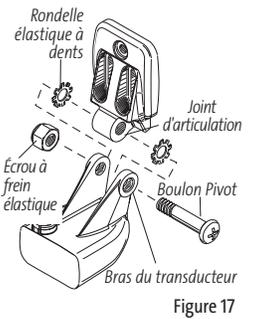
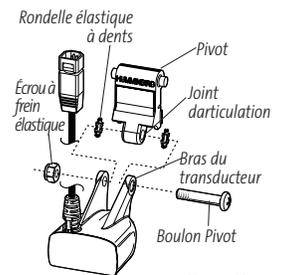
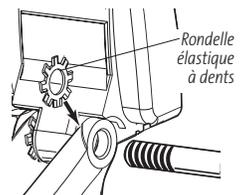

Figure 17
Figure 18
Figure 19
1. Fixez le support de montage monopiece (Figure 17) ou à deux pièces à pivot (Figure 18) au corps du transducteur à l'aide du boulon pivot à tête Phillips (cruciforme) de  $\frac{1}{4}$  po (6.35 mm)-20 x  $1\frac{1}{4}$  po, de l'écrou à frein élastique, et des deux rondelles élastiques à dents (Figure 19).
2. À l'aide d'un tournevis à pointe Phillips (cruciforme) et d'une clé 11.11 mm ( $\frac{7}{16}$  po), serrez légèrement le boulon pivot (Figures 17, 18). Ne serrez pas complètement l'assemblage pour l'instant, afin de pouvoir régler l'angle de pivot plus tard.